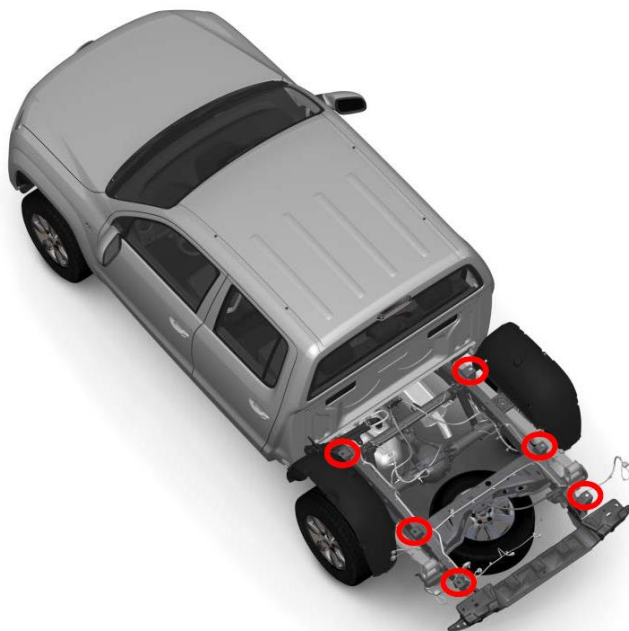
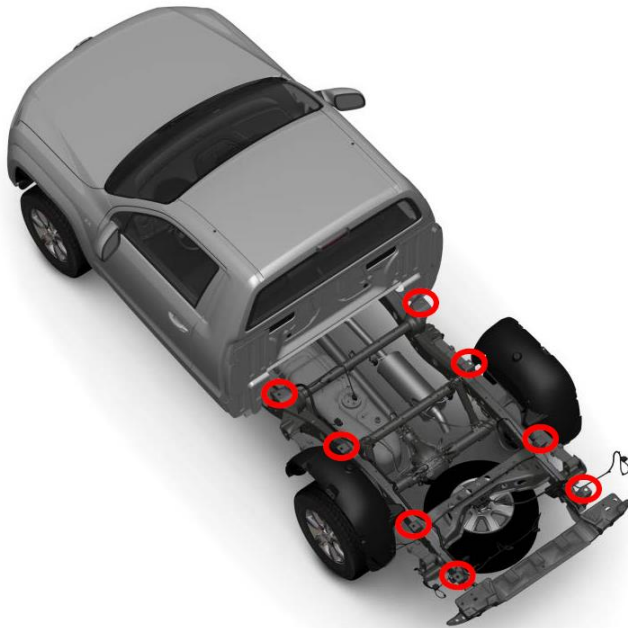

Abb. 4.3.1: Amarok Double Cab -Aufnahmekonsolen Cargobox (siehe rote Markierung!)
Abb. 4.3.2: Amarok Single Cab - Aufnahmekonsolen Cargobox (rote Markierung!)
- Die Befestigung zwischen Aufbau und Fahrzeugrahmen hat immer über alle Konsolen zu erfolgen. (siehe Abb. 4.3.1 und Abb. 4.3.2)
Auf den Längsträgern des Leiterrahmens sind Konsolen angeschweißt, die zur Befestigung der Cargobox dienen. Zur Befestigung der Cargobox sind Bohrungen bzw. Langlöcher der Größe 21mm, 23mm bzw. 21x30mm vorhanden (siehe Abb. 4.3.1 / 4.3.2). Für nähere Informationen siehe Kap. 4.2 „Fahrgestellrahmen“.